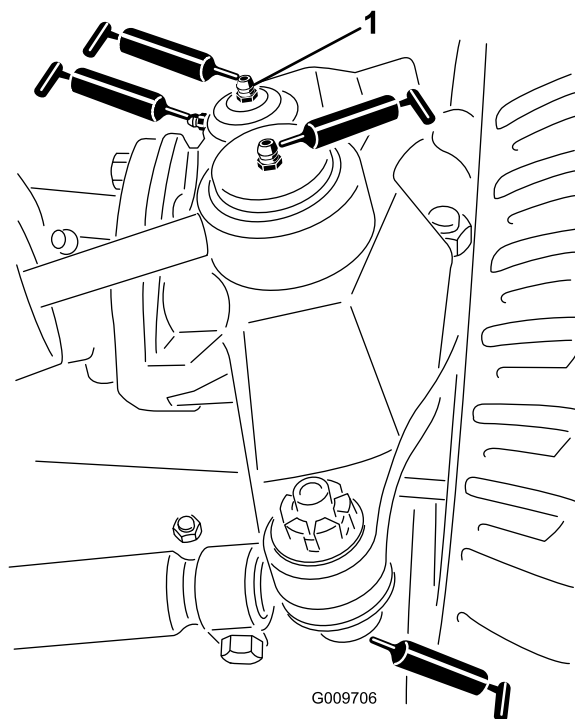

Рисунок 35
- Шаровые опоры гидроцилиндра рулевого управления (2 шт.), как показано на Рисунок 35
- Шаровые опоры поперечной тяги (2 шт.), как показано на Рисунок 35
- Втулки поворотных шкворней (2 шт.), как показано на Рисунок 35